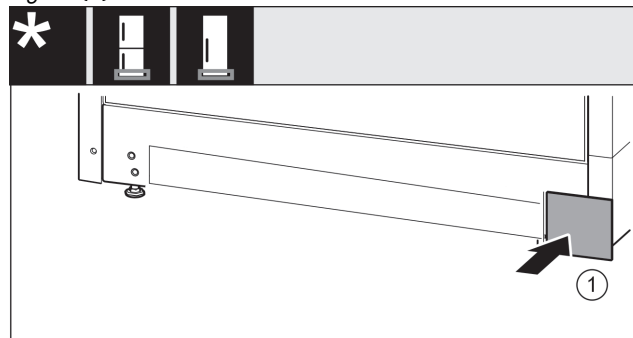

Fig. 17
- ▶ Τοποθετήστε ξανά το κάλυμμα στην άλλη πλευρά. Fig. 17 (1)